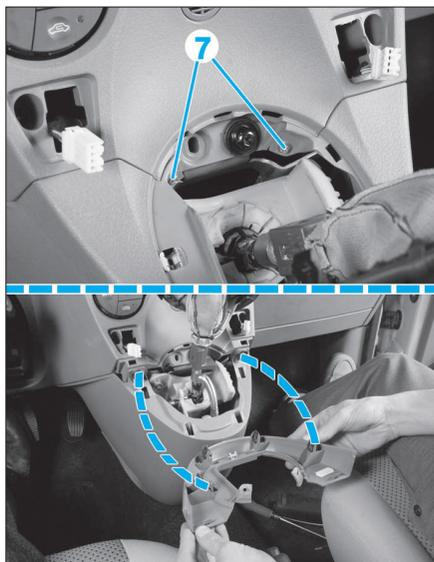

FIG. 45
- Déposer les vis de fixation (7) (Fig.45), puis le décliper ce dernier.